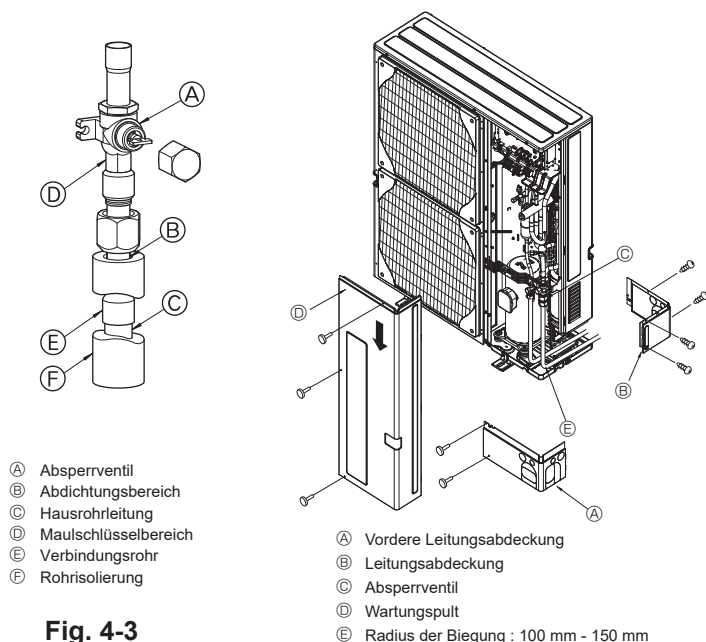

Fig. 4-3
- ③ Gehen Sie wie folgt vor, um die Rohrleitungen der Gasseite anzuschließen. (Fig. 4-3) (SHW230)
- 1 Löten Sie das beiliegende Verbindungsrohr ⑤ mit bauseits vorhandenem, oxidationsfreien Lötmaterial zwischen Außengerät und der Hausrohrleitung ⑥ ein.
- 2 Verbinden Sie das Verbindungsrohr ⑤ mit dem Absperrventil auf der Gasseite. Verwenden Sie zwei Gabelschlüssel zum Anziehen der Konusmutter.